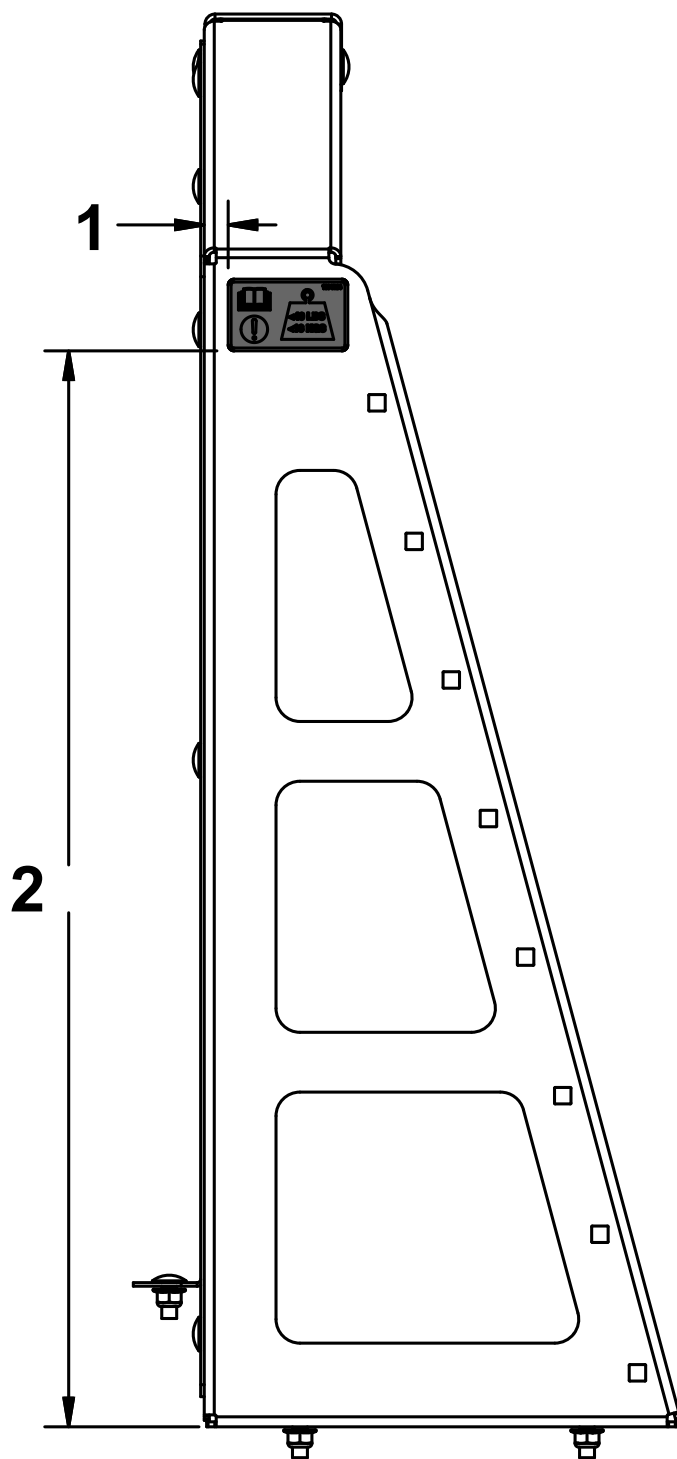

Bild 7
10. Reinigen Sie die Oberfläche, und kleben Sie einen Aufkleber mit Belastungsgrenze auf das linke und rechte Regal und verwenden Sie dabei die ungefähren Abmessungen, wie in Bild 7 dargestellt.